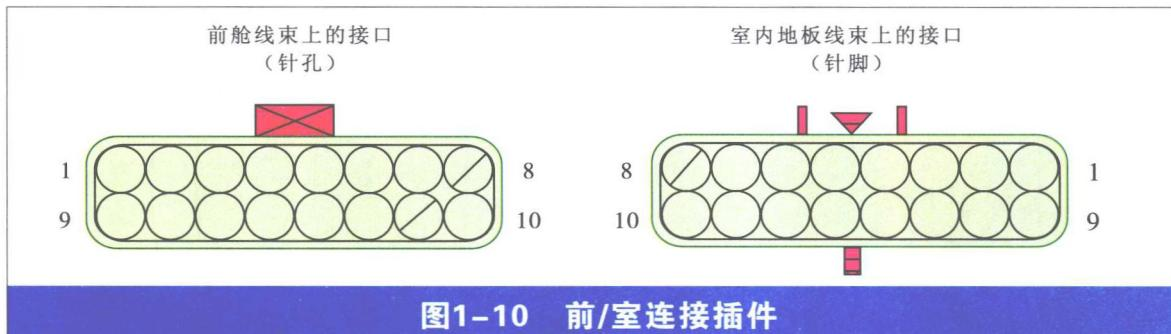

图1-10 前/室连接插件
- ① 前/发：表示前舱线束和发动机线束的连接插件。
- ② 前/室：表示前舱线束和室内线束的连接插件，见图1-10。
- ③ 发/室：表示发动机线束和室内线束的连接插件。
- ④ 仪/室：表示仪表线束和室内线束的连接插件。
- ⑤ 室/顶：表示室内线束和顶棚线束的连接插件。
- ⑥ 左前/室：表示左前门线束和室内线束连接插件。
- ⑦ 左后/室：表示左后门线束和室内线束连接插件。
- ⑧ 右后/室：表示右后门线束和室内线束连接插件。